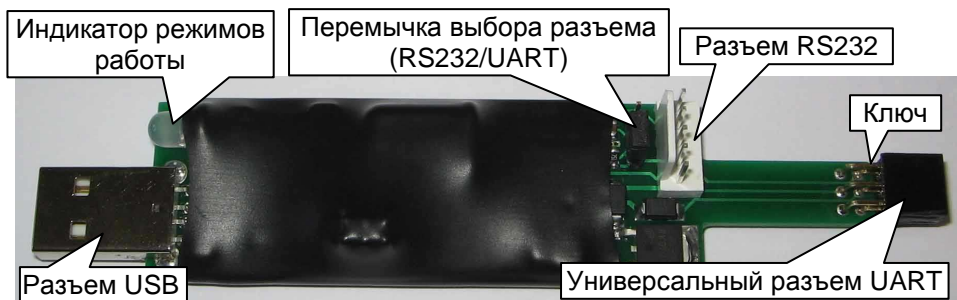
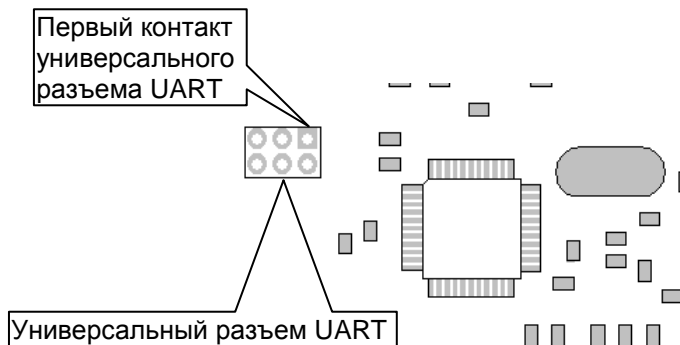

Рис. 1
Рис. 8
- Программатор устройств «Радиосеть» (рис.1);
- Перемычка выбора разъема RS232/UART. Верхнее положение перемычки (рис.1) выбирает разъем RS232 для программирования устройств через COM порт. Нижнее положение перемычки выбирает разъем UART для программирования устройств через универсальный UART разъем.
Подключить к программатору устройств “Радиосеть” кабель программирования устройств через COM порт (рис. 1 и 2). Установить перемычку выбора разъема (RS232/UART) на программаторе в верхнее положение (рис. 1). Подключить разъем COM порта программатора к COM порту УОС “Радиосеть”. Подать питание на программатор с помощью аккумуляторной батареи 12 В из комплекта поставки УО “Радиосеть-501”. Для этого подсоедините красную клемму кабеля программирования устройств через COM порт к плюсу АКБ, черную клемму кабеля к минусу АКБ. Следите за тем, чтобы программатор не касался металлических частей оборудования.
5.1.2. Включить питание УОС “Радиосеть”. Начнется программирование УОС. Процесс программирования УОС отображается на индикаторе режимов работы программатора (рис. 1) серией красных вспышек. После успешного программирования индикатор режимов работы программатора должен постоянно светиться зеленым светом.
Подключить к программатору устройств “Радиосеть” кабель программирования устройств через COM порт (рис. 1 и 2). Установить перемычку выбора разъема (RS232/UART) на программаторе в верхнее положение (рис. 1). Подключить разъем COM порта программатора к COM порту РТ “Радиосеть”. Подать питание на программатор с помощью аккумуляторной батареи РТ. Для этого подсоедините красную клемму кабеля программирования устройств через COM порт к плюсу АКБ, черную клемму кабеля к минусу АКБ. Следите за тем, чтобы программатор не касался металлических частей оборудования.
5.2.2. Подать сетевое питание на РТ “Радиосеть”. Начнется программирование РТ. Процесс программирования РТ отображается на индикаторе режимов работы программатора (рис. 1) серией красных вспышек. После успешного программирования индикатор режимов работы программатора должен постоянно светиться зеленым светом.
Отключить от программатора устройств “Радиосеть” кабель программирования устройств через COM порт (рис. 1 и 2). Установить переключатель выбора разъема (RS232/UART) на программаторе в нижнее положение (рис. 1). Подключить универсальный разъем UART программатора к универсальному разъему UART платы управления, совместив ключ программатора (рис. 1) с первым контактом разъема платы управления.
5.3.2. Подать сетевое питание на РТ-М. Начнется программирование РТ-М. Процесс программирования РТ-М отображается на индикаторе режимов работы программатора (рис. 1) серией красных вспышек. После успешного программирования индикатор режимов работы программатора должен постоянно светиться зеленым светом.
Отключить от программатора устройств “Радиосеть” кабель программирования устройств через COM порт (рис. 1 и 2). Установить переключку выбора разъема (RS232/UART) на программаторе в нижнее положение (рис. 1). Подключить универсальный разъем UART программатора к универсальному разъему UART УО, совместив ключ программатора (рис. 1) с первым контактом разъема УО.
5.4.2. Подать сетевое питание на УО. Начнется программирование УО. Процесс программирования УО отображается на индикаторе режимов работы программатора (рис. 1) серией красных вспышек. После успешного программирования индикатор режимов работы программатора должен постоянно светиться зеленым светом.
5.5.1. Отключить от программатора устройств “Радиосеть” кабель программирования устройств через COM порт (рис. 1 и 2). Установить переключку выбора разъема (RS232/UART) на программаторе в нижнее положение (рис. 1). Подключить универсальный разъем UART программатора к универсальному разъему UART УОО, совместив ключ программатора (рис. 1) с первым контактом разъема УОО в соответствии с рис. 8.
5.5.2. После подключения программатора процесс программирования начнется автоматически. Процесс программирования УОО отображается на индикаторе режимов работы программатора (рис. 1) серией красных вспышек. После успешного программирования индикатор режимов работы программатора должен постоянно светиться зеленым светом.